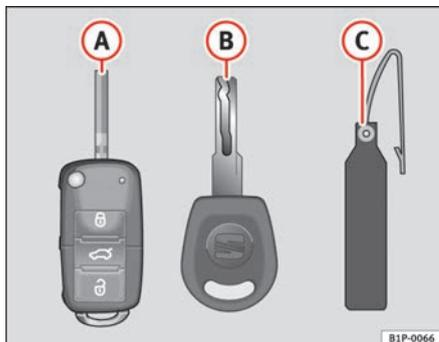

Fig. 41 Jogo de chaves
- uma chave com telecomando ⇒ fig. 41 **A**
Só a partir do número da chave na etiqueta de plástico ⇒ fig. 41 **B** é possível confeccionar um duplicado. Por isso: